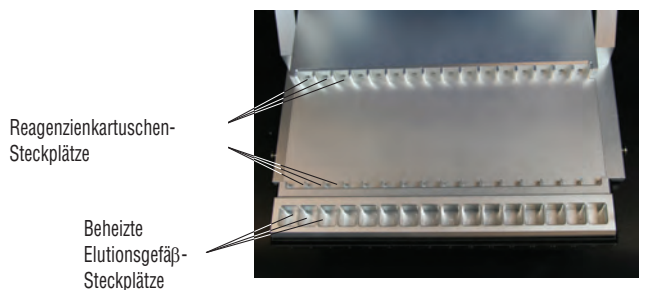

Abbildung 3. Maxwell® 16 Komponenten. Standardkonfiguration (SEV) – Magnetstabeinheit und Stößelschiene, Maxwell® 16 Plattform.
- Zur Reinigung der Schlitten (siehe Abbildung 3, Abschnitt II) für die Plattform ein trockenes Papiertuch verwenden. Wenn die Schlitten mit einer Flüssigkeit verunreinigt wurden, die überschüssige Flüssigkeit aufwischen und die Wartungs- und Pflegeanweisung in Abschnitt V.C. befolgen oder den technischen Kundendienst von Promega um Hilfe bitten.